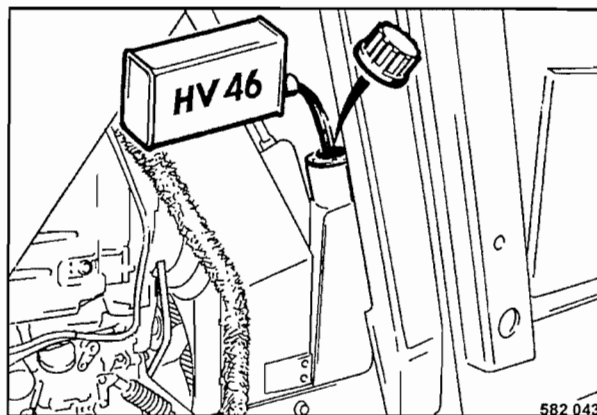

Fig. 60
- Si fuese necesario hay que completar el nivel con aceite hidráulico a través la tubuladura de llenado (Fig. 60).